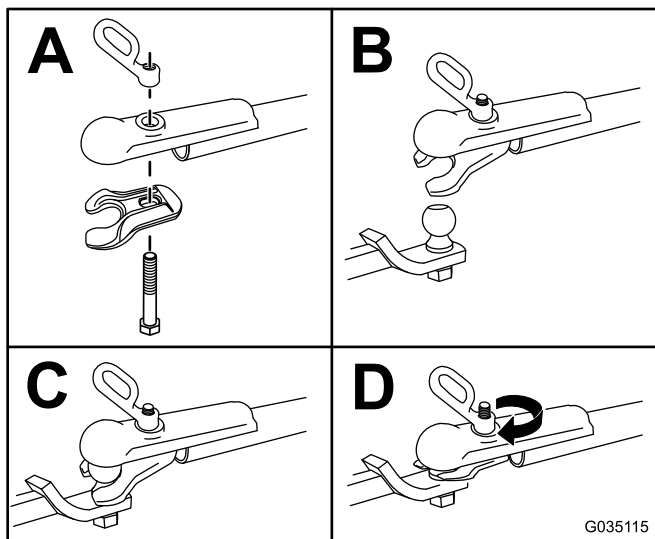

Figure 18
3. Attelez la machine comme montré à la Figure 18.